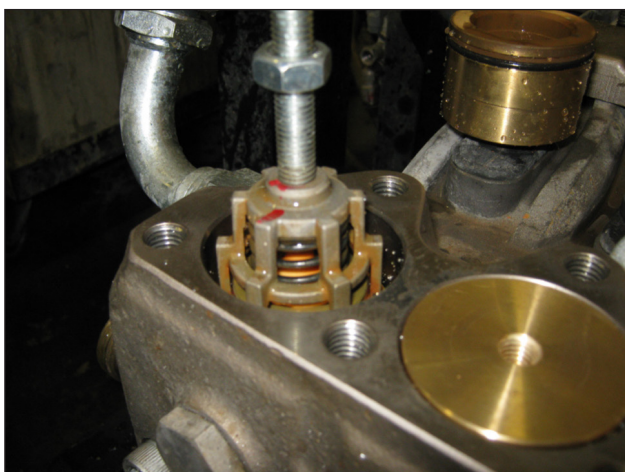

Fig. 19
- Extraer los grupos de la válvula de aspiración de las bombas KT 36-KT40-WK8 utilizando el extractor de percusión 26019400 combinado con la herramienta cód. 27513600 (Fig. 19).